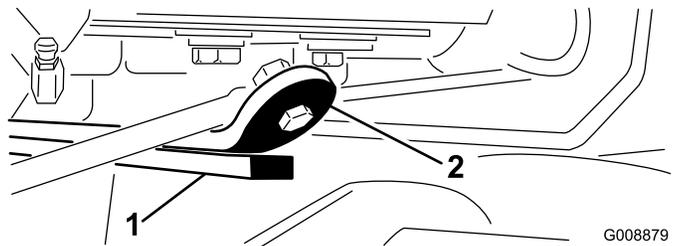

图 28
3. 如图 28 所示启动发动机升起提升臂检查并确保后滚刀组耐磨棒顶部的耐磨带与缓冲带之间的间隙介于 0.512.54mm 之间。